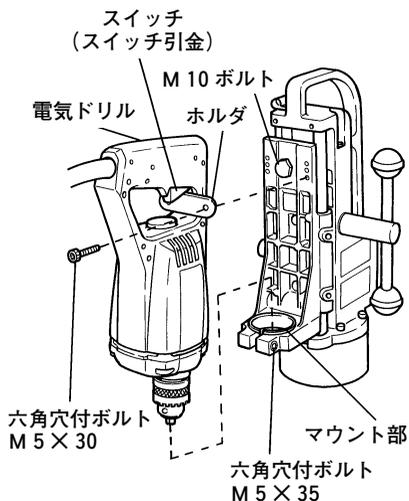

図 3
- (1) 銘板に表示してある電源と同じ電源のコンセントに本体のさし込みプラグをさし込みます。
- (2) 鉄板上で本体の電源スイッチを入れ、マグネットを吸着させます。(電気ドリル取付時に本体が転倒するのを防ぐためです。)
- (3) マウント部に電気ドリルの先端をさし込み、六角穴付ボルトM5×35を仮締めします。(図3)
本機の電源スイッチ(7ページの図1-1参照)と電気ドリルのスイッチ(10ページの図3参照)が入っているのを知らずに、さし込みプラグを電源にさし込むと不意に起動し、思わぬ事故の原因になります。本機の電源スイッチはOFF側を押すと切れ、ON側を押すと入ります。また電気ドリルのスイッチは、スイッチ引金(10ページの図3参照)を引くと入り、はなすと切れます。どちらのスイッチも切れていることを必ず確認してください。